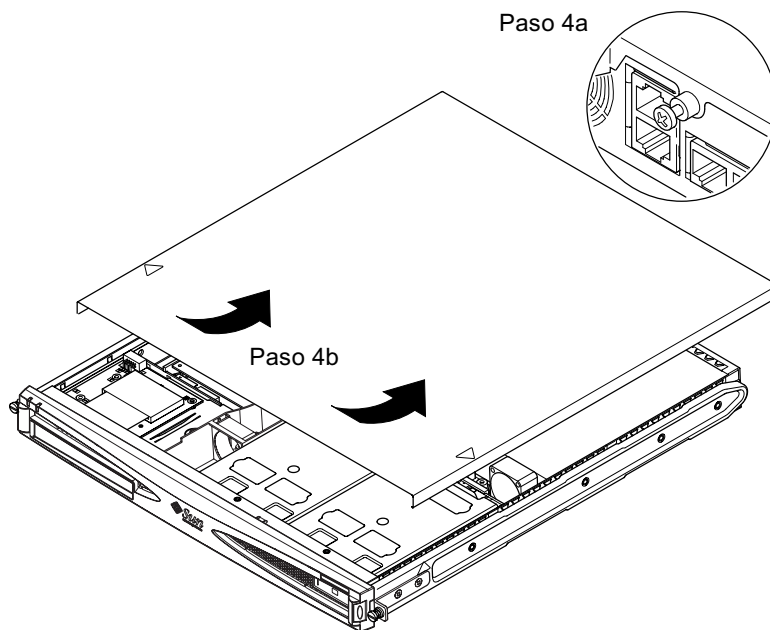

FIGURA 4-3 Extracción de la cubierta superior
4. Retire la cubierta superior del servidor (consulte la FIGURA 4-3).
- a. Desatornille el tornillo de captura situado de la parte central posterior de la unidad (consulte la FIGURA 4-3).
- b. Deslice la cubierta superior hacia atrás y levántela (consulte la FIGURA 4-3).